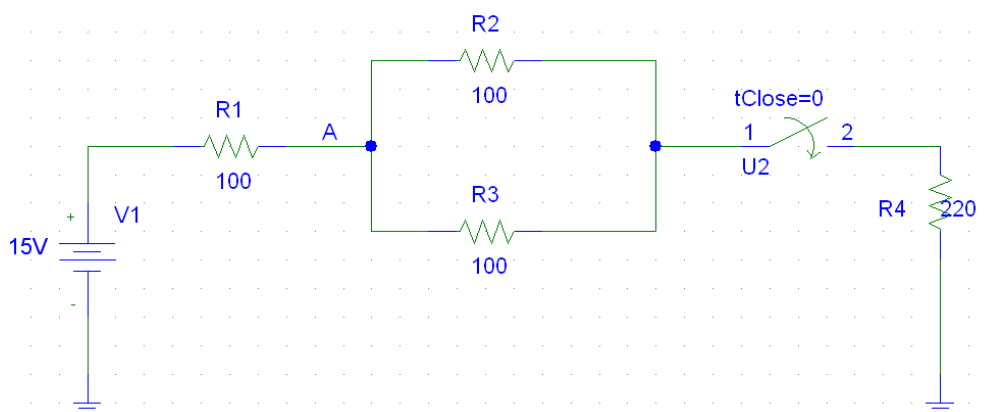

Figura 3: Circuito de continua con resistencias e interruptor.
- f) Vamos a simular ahora el circuito de la Figura 3, es decir, un circuito con un interruptor abierto. Para ello, hay que modificar el circuito anterior para añadir un interruptor (*switch*) que abre el circuito (*Draw/Get New Part* y *Sw_tClose*).